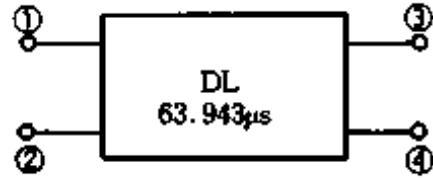
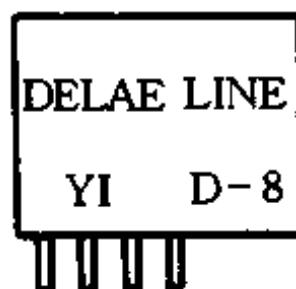
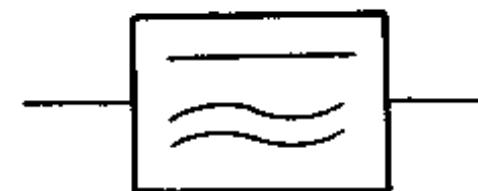

图 136
图 137
图 138
在彩色电视机中，为使相邻两行色度信号的色调失真相互抵消和分离色度信号的两个分量，需要把前一行的色度信号延迟一个行周期($64\mu s$)。电路中大多采用超声延迟线，全称“一行超声延迟线”；“超声延迟线”或“色度延迟线”或“ $1H$ 延迟线”，其文字符号为 DL，图形符号如图136所示，外形如图137所示，国标图形符号如图138所示。图136中①、②为输入端；③、④为输出端，其上所标 $63.943\mu s$ 为“相延时时间”，对应的“群延时时间”为 $64\mu s$ ，即一行时间。